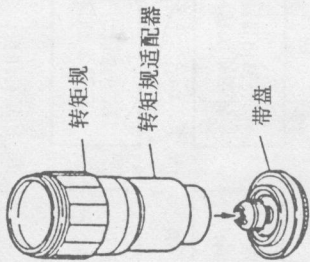

图35
②用转矩规和转矩规适配器（转矩规被固定）测量如表1所示的转矩值，参见图35。